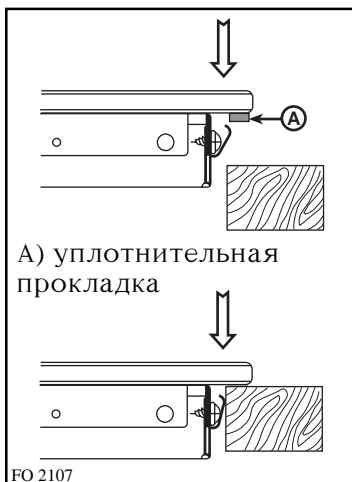

Рис. 20
3. Установите варочную панель в вырез и нажимайте на нее до тех пор, пока стеклянная верхняя часть панели и столешница не соприкоснутся, как показано на рис. 20.